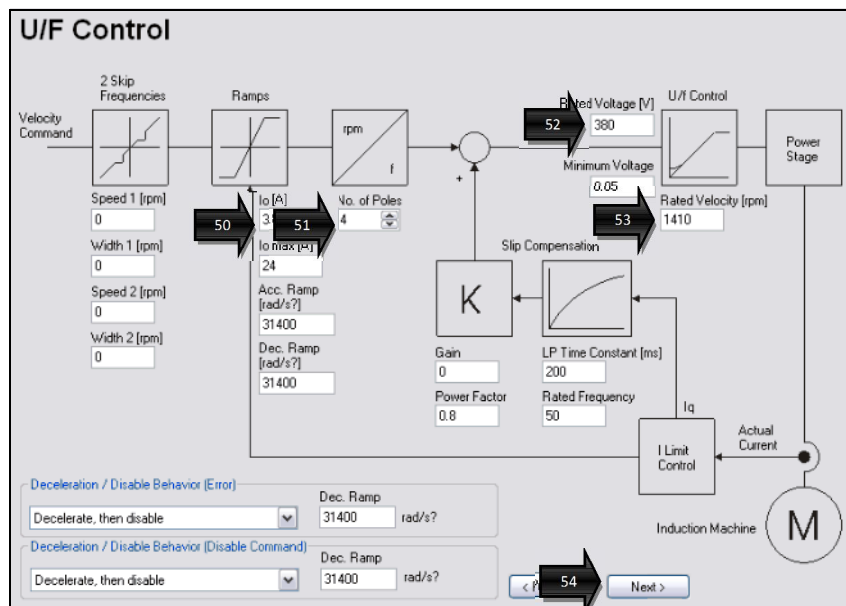

Рисунок 21 – Настройка параметров окна «U/f Control»
5.9 В окне «U/f Control» (рис. 21) на данном этапе требуется проверить (при необходимости – скорректировать) четыре параметра (см. табл. 5).